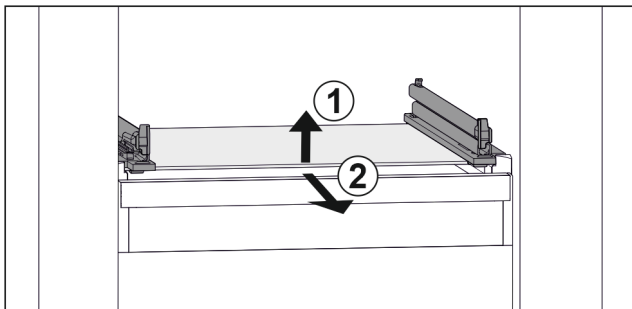

Fig. 36 Reprezentare exemplificativă a plăcii de sticlă
- ▶ Ridicați placa de sticlă din față. Fig. 36 (1)
- ▶ Extrageți placa de sticlă spre înainte. Fig. 36 (2)